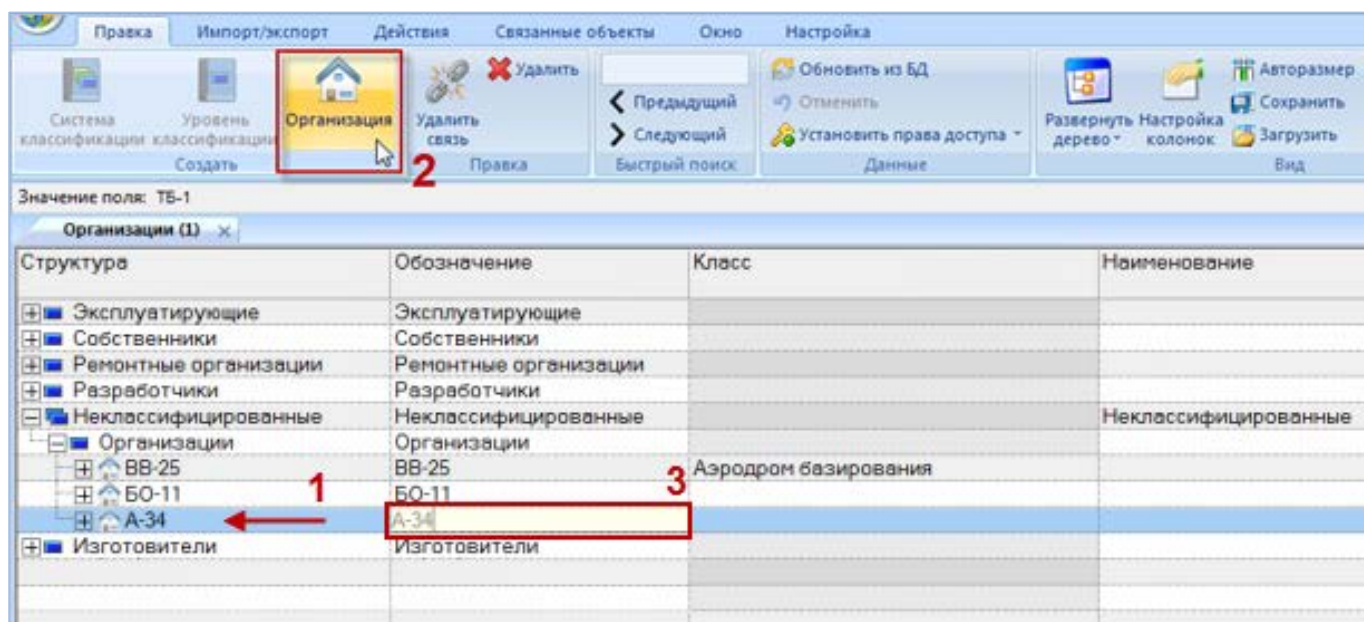

Рис. 9-20 – Добавление описания организации в справочник
2) Выбрать раздел справочника типа «Уровень классификации», в который нужно добавить описание организации, или организацию, для которой нужно создать дочернюю организацию, и нажать кнопку «Организация» панели «Создать» (рис. 9-20).